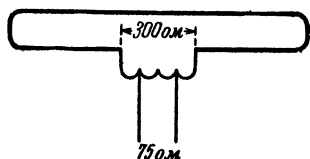

Рис. 83. Согласующий антенный трансформатор. Число витков между концами 75-омного снижения должно быть равно половине общего числа витков.
**Л.** — Можно, но при этом трудно сохранить достаточную широкополосность антенны. Тем не менее можно включить между концами вибраторов (рис. 83) катушку, настроенную приблизительно на среднюю частоту принимаемого диапазона, с двумя отводами, отстоящими на четверть длины катушки от каждого из ее концов.